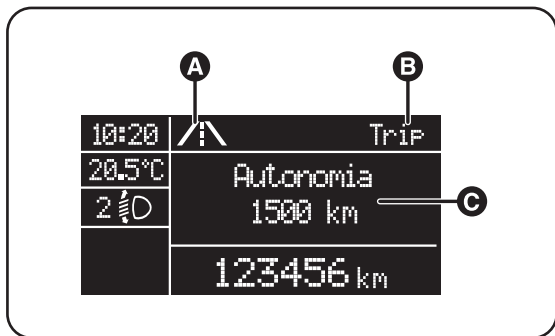

fig. 10
- icono animado en la parte superior (A-fig. 10);
- la indicación "Trip" (o "Trip A" o "Trip B") (B);
- nombre, valor y unidad correspondientes al valor seleccionado (por ejemplo "Autonomía 1500km") (C).